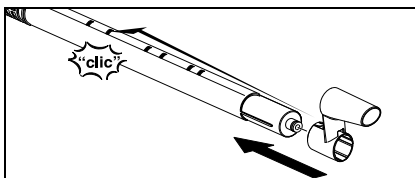

Fig. 2
- ➔ Tryk åbnetasten ind og skub låsekrogen (G3) ind til andet klik fra oven på et forlængerrør (G1). Låsekrogen skal klikke i, når åbneknappen slippes. (se fig. 2).